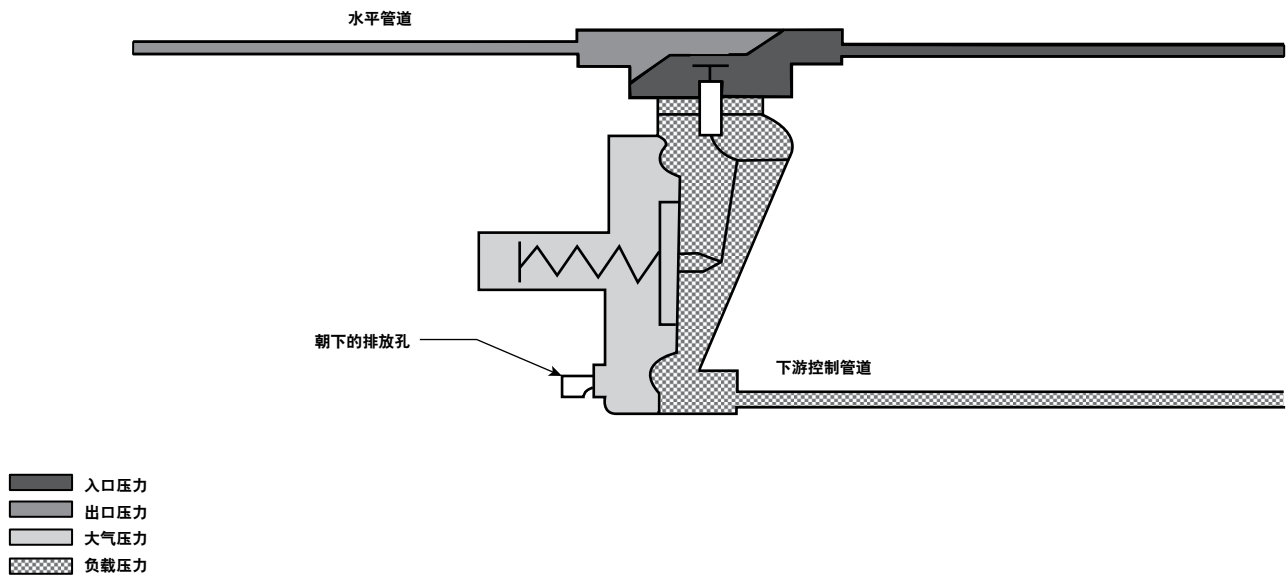

图3. T205B型执行机构壳体排放
2. 调压器可以安装在任何位置，但经过阀体的气流必须遵照阀体上箭头所指示的方向。为使装置正确运行以在低设定点实现发布的容量，应按图1所示的方法安装弹簧箱，使排放口朝下。为了完全排空执行机构，应按图3所示的方法安装调压器。如果在检测或维护期间需要连续运行系统，请在调压器周围安装三阀旁通组件。